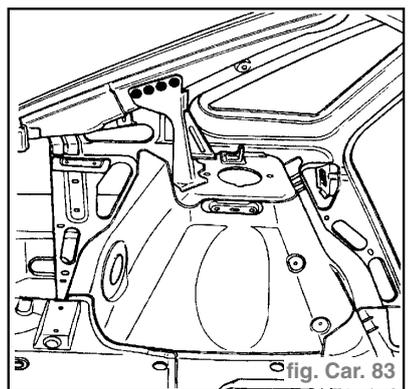

fig. Car. 83
- Liaison avec passage de roue intérieur (fig. Car. 83 et 84)